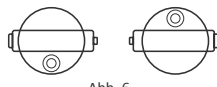

Abb. 6
a) Spielen Sie die Libellenblase mit Hilfe der Fußschrauben ein. Drehen Sie das Fernrohr um 180° . Überprüfen Sie, ob die Libellenblase immer noch in der Mitte ist (Abb.6).